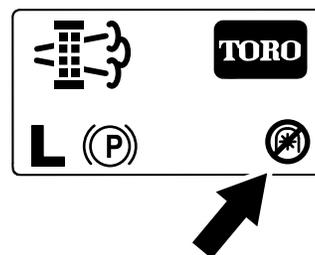

Figure 55
**Remarque:** L'écran d'accueil affiche l'icône de désactivation de la PDF (Figure 55).
**Remarque:** L'écran d'accueil affiche l'icône de désactivation de la PDF ; voir Figure 55 et Messages de régénération en stationnement \(page 41\).